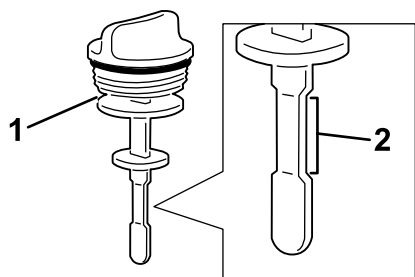

图22
4. 从加油颈取出量油尺、查看液位。量油尺上显示的液位应处于安全的操作范围内（图22）。